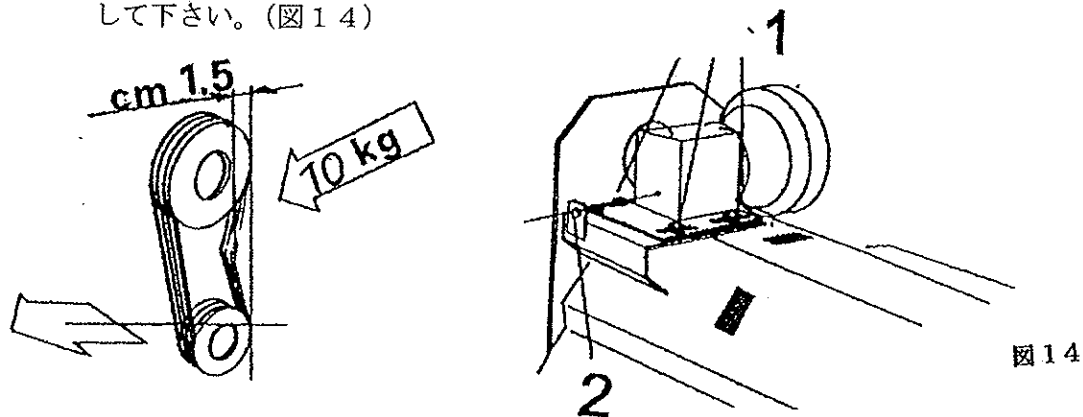

図14
- ベルトカバーを外し、ギヤボックスを固定しているボルトナット (1) を緩めます。ベルトのたるみが10 kg 圧で押した時に1.5 cm以内になるように調整ボルト (2) で調整して下さい。(図14)